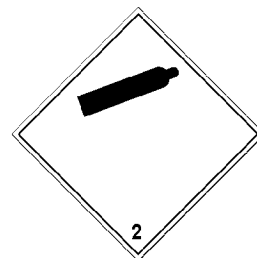

Fig. 2
- Per quanto riguarda il trasporto su strada pubblica, le bombole di aria compressa con una pressione superiore a 2 bar sono soggette alle norme GGV-SE e ADR sul trasporto dei materiali pericolosi. Le bombole di aria compressa o l'imballo di trasporto devono essere contrassegnati con l'etichetta di pericolo 2.2, ai sensi della sottosezione 5.2.2.2 ADR (osservare la Fig. 2).